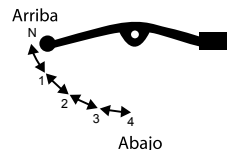

Imagen 29. Cambio de velocidades.
8. Seguir el mismo proceso para meter el siguiente cambio de velocidad. Ver imagen 29.
11. Seguir el mismo proceso para meter un cambio de velocidad inferior. Ver imagen 29.